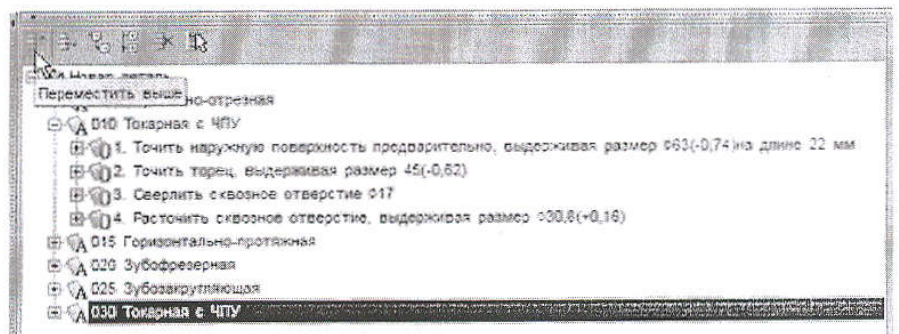
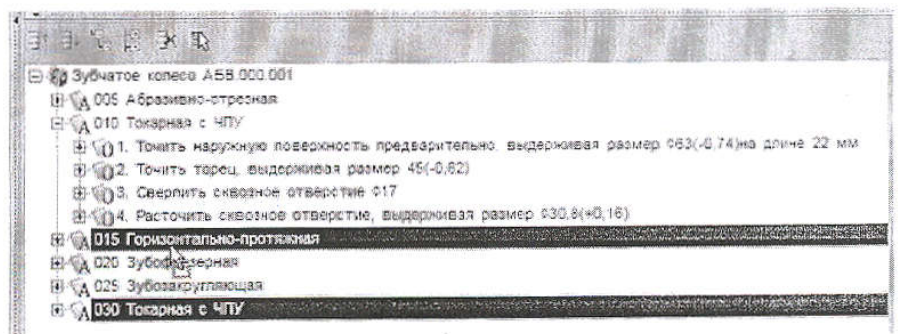

Рисунок 27
Рисунок 28
15. Переместите операцию *030 Токарная* так, чтобы она располагалась сразу за операцией 010. Для этого установите курсор на операции *030 Токарная с ЧПУ* и, последовательно нажимая на кнопку **Переместить выше** (рис. 27), переместите операцию 030 на новое место. Или, установив курсор на операции *030 Токарная с ЧПУ*, нажмите левую кнопку мыши и, не отпуская её, перетащите курсор на операцию 015 *Горизонтально-протяжная* (рис. 28), после чего отпустите кнопку.